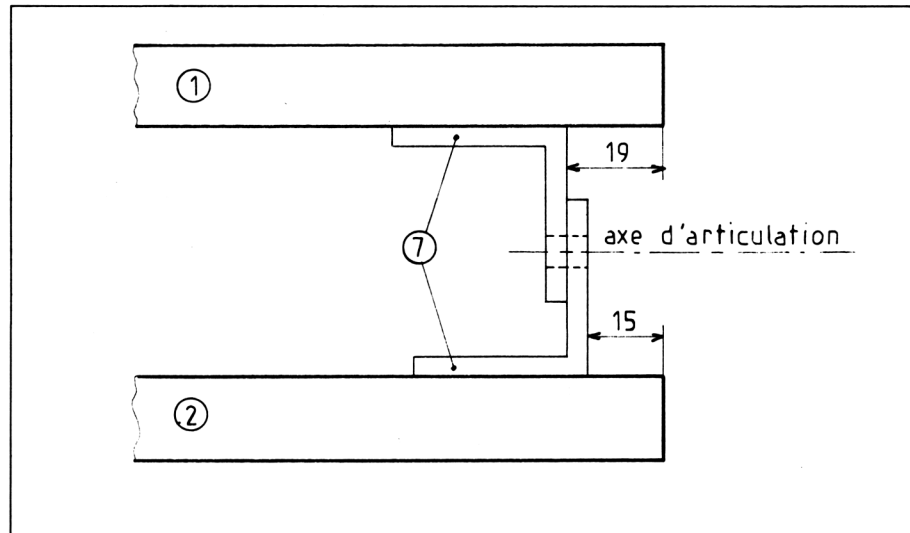

Fig. 4
L'emplacement des cornières repère ⑦ : celles du panneau ② se trouvent à l'extérieur et celles du panneau ① à l'intérieur (voir Fig. 4).